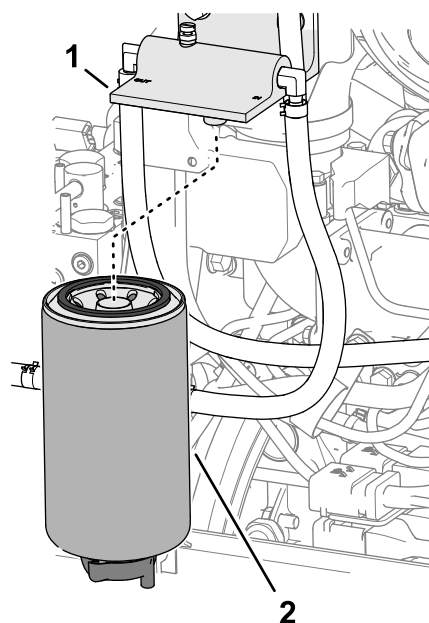

Рисунок 118
2. Очистите фильтр-водоотделитель для топлива и головку фильтра (Рисунок 118).